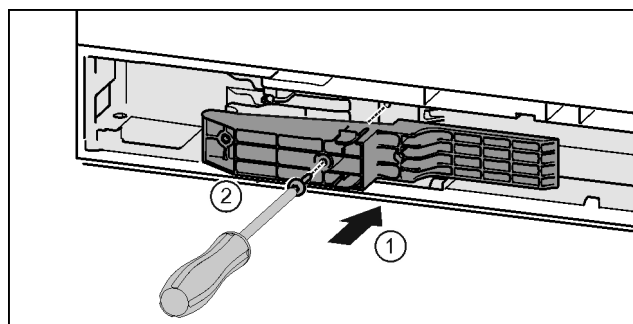

Fig. 45 *
- Adapterstuk aan de greepzijde in de uitsparing plaatsen. Fig. 45 (1)*
- Schroeven met schroevendraaier T15 vastschroeven. Fig. 45 (2)*